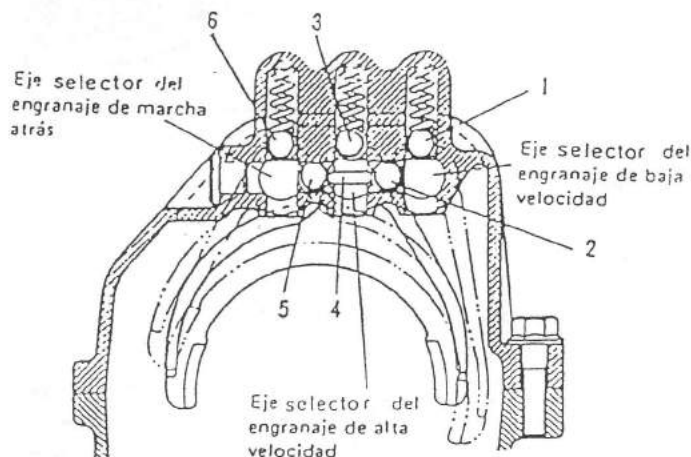

Fig. 13-64
Anótase que los 3 ejes selectores poseen individualmente una bola y un muelle de posicionamiento, y que se utilizan 2 bolas de enclavamiento, y un rodillo de enclavamiento entre los ejes, como se observa en la Fig. 13-64.
- 1) Monte los 3 muelles de posicionamiento en los 3 agujeros de la caja superior, y coloque la bola de posicionamiento en la Fig. 13-64 encima de los muelles.
- 4) Monte la bola de enclavamiento (2) y la bola de posicionamiento (3) en la caja superior (ver Fig. 13-64).
- 5) Monte la bola de enclavamiento (5) (Fig. 13-64) y la bola de posicionamiento (6) (Fig. 13-64) en la caja superior. Luego monte el eje selector del engranaje de marcha atrás y 5a. v. en la caja superior de la manera descrita en 2) y 3).